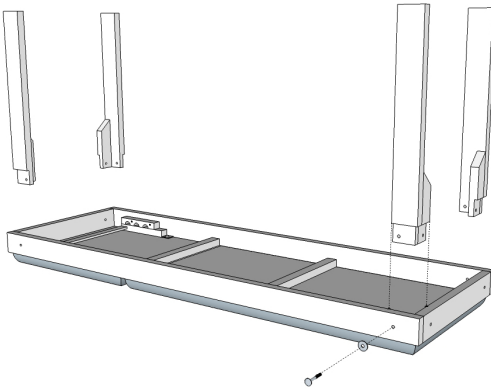

Fig.1
3. Una volta aperto l'imballaggio in pluriball svitare i dadi che trattengono le cavicchie e le rondelle. Posizionare il lettino capovolto ed inserire le gambe nelle apposite sedi seguendo la numerazione riportata su di esse. Inserire le cavicchie come in Fig.1 ed assicurarsi di stringere bene i dadi